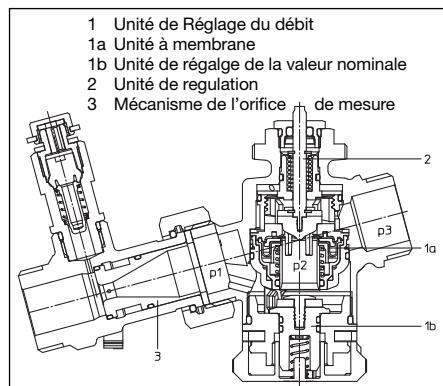
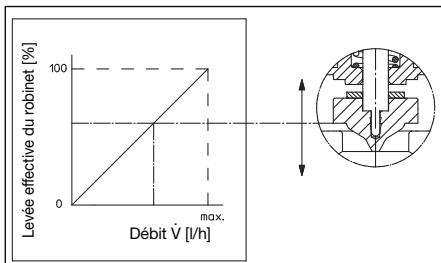
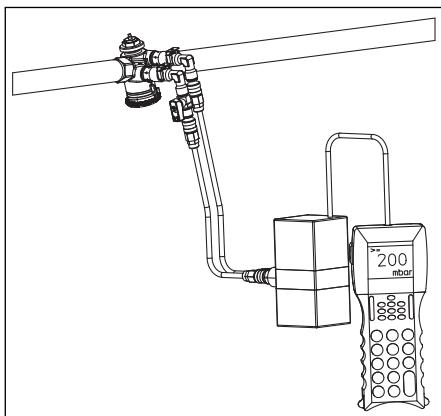

Fig. 5.2 Construction «Cocon QTZ» avec orifice de mesure
Fig. 5.4 Courbe de fonctionnement de l'unité de régulation de «Cocon Q»
Fig. 5.5 Mesure de la pression différentielle
L'appareil de mesure «OV-DMC 2» peut être raccordé grâce aux prises de pression de l'orifice de mesure ce qui permet de déterminer le débit. De plus l'«OV-DMC 2» peut être raccordé aux prises de pression du «Cocon QTZ» pour vérifier si le robinet fonctionne dans sa plage de réglage. La mesure de la pression différentielle permet d'optimiser le réglage du circulateur (fig. 5.5).
Avec l'appareil de mesure (par ex. «OV-DMC 2») (fig. 5.5) raccordé, la pression différentielle est mesurée à travers l'unité de réglage du débit (pos. 1, fig. 5.2/5.3). Le robinet de réglage doit être complètement ouvert (dénvisser les capuchons de protection ou mettre le moteur en position ouverte). Dès que la pression différentielle mesurée est égale ou supérieure à la pression différentielle Δp_M , le robinet fonctionne dans la plage de réglage.
A l'aide de l'unité à membrane intégrée (pos. 1a, fig. 5.2/5.3), le robinet «Cocon QTZ» maintient la pression différentielle p_2-p_3 à une valeur constante non seulement à travers l'unité de régulation commandée par le moteur (pos. 2, fig. 5.2/5.3) mais aussi à travers l'unité de réglage de la valeur nominale réglable sur une valeur de débit maximale (pos. 3, ifig. 5.2/5.3).
Le courbe de fonctionnement de l'unité de régulation (pos. 2, fig. 5.2/5.3) est presque linéaire (fig. 5.4).
Le débit est mesuré à l'orifice de mesure à l'aide d'un appareil de mesure (par ex. «OV-DMC 2»). Chaque modèle est livré avec deux mécanismes, le plus grand est monté dans l'orifice de mesure (pos. 3, fig. 5.2).